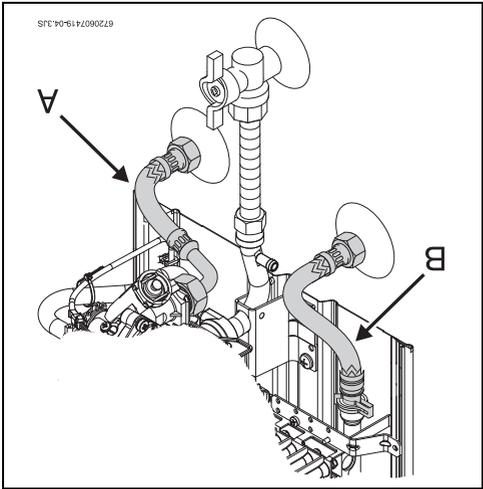

Bild 1.1 Wasseranschluss
- ▶ Einanlage der Kaltwasserleitung (Bild 1.1, [A]) und Warmwasserleitung (Bild 1.1, [B]) beachten, um eine Verwechslung beim Anschließen zu vermeiden.